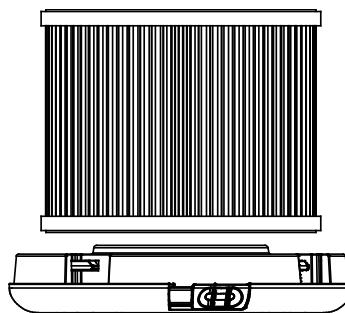

Abb. 2
4. Den integrierten Filter (7) aus dem Behälter (8) entfernen. Darauf achten, dass das Gerät nicht umgestoßen wird (Abb. 2).
- Einen neuen Filter in den Behälter (8) legen. Schutzfolie vom neuen Filter entfernen, falls vorhanden.
- Den Deckel (5) auflegen und mit dem Schieber (6) sperren.